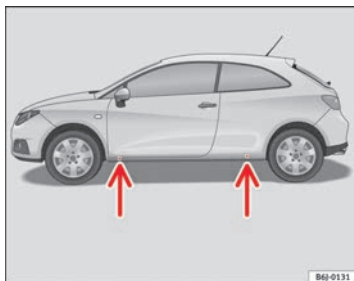

Abb. 137 Aufnahme-
- Suchen Sie den Aufnahmepunkt am Unterholm, der dem zu wechselnden Rad am nächsten liegt ⇒ Abb. 137.
Am Unterholm kennzeichnen jeweils vorn und hinten Eindrückungen die Stellen, an denen der Wagenheber angesetzt werden darf ⇒ Abb. 137. Es gibt für jedes Rad genau eine Stelle. An anderen Stellen darf der Wagenheber nicht angesetzt werden.